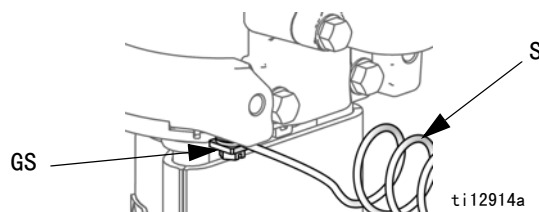

图 2. 接地螺丝和导线
1. 泵：请参见图 2。确定是否已连接接地螺丝 (GS)，并拧紧至气动发动机。将接地导线的另一端 (S) 连接到真正的大地接地点上。